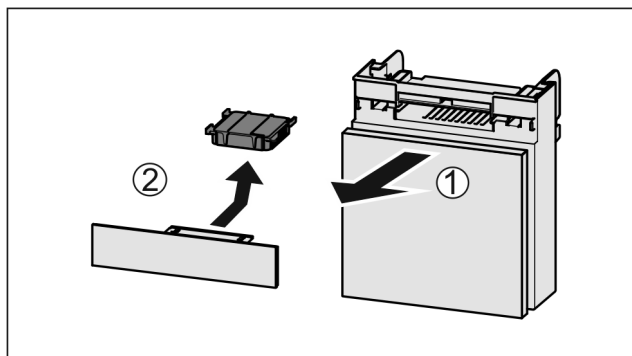

Fig. 152
- Tõmmake Fig. 152 (1) laegas ettepoole välja.
- Võtke Fig. 152 (2) aktiivsöefilter välja.